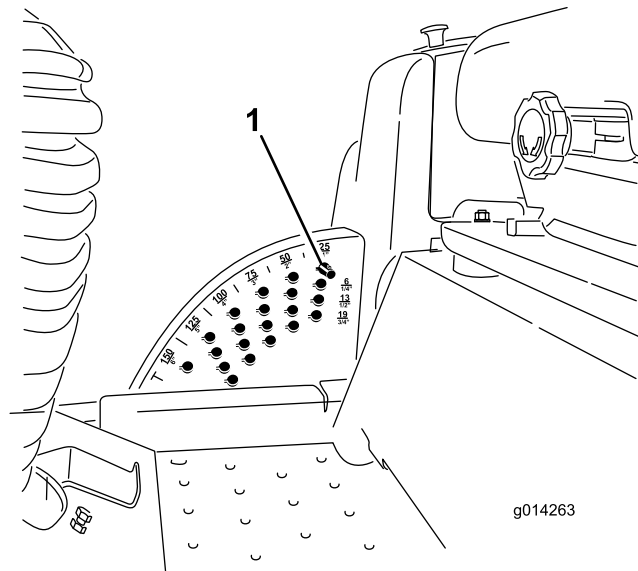

Figura 18
Nota: Para bloquear la la carcasa de corte/el accesorio en posición elevada, eleve la carcasa más allá de la posición de 15 cm, retire el pasador de tope de altura de corte (consulte Ajuste de la altura de corte), y ponga el pasador en la posición de altura de corte de 15 cm (Figura 18).
1. Con el motor en marcha, presione hacia atrás el interruptor de elevación de la carcasa hasta que la carcasa del cortacésped esté elevada del todo y **suelte el interruptor inmediatamente** (Figura 18).
2. Para ajustar, gire el pasador hasta que el nervio quede alineado con la ranura del taladro del soporte de altura de corte, y retire el pasador (Figura 18).
3. Seleccione un taladro del soporte de altura de corte que corresponda a la altura de corte deseada, inserte el pasador y gírelo para bloquearlo en esa posición (Figura 18).
Nota: Hay cuatro filas de taladros (Figura 18). La fila superior corresponde a la altura de corte impresa encima del pasador. La segunda fila corresponde a la altura impresa más 6 mm. La tercera fila corresponde a la altura impresa más 12 mm. La fila inferior corresponde a la altura impresa más 18 mm. Para la posición de 15,8 cm (6 pulg.) hay un solo taladro, situado en la segunda fila. Esta posición no añade 6 mm (1/4 plug.) a la altura de 15,8 cm (6 pulg.).